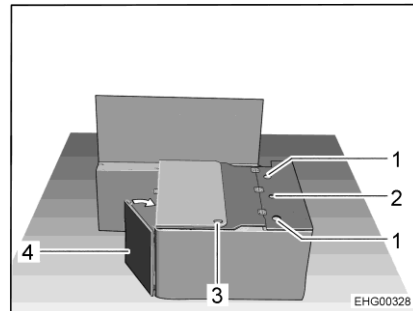

Fig. 34 Durante la transformación
- Girar la pared del baúl-banco (Fig. 34,4) hacia la pared lateral.
- Hacer salir el cinturón de seguridad con la hebilla a través del orificio (Fig. 34,3) en la tapa de baúl-banco.
- Insertar el respaldo del asiento de enchufe en los portadores laterales (Fig. 34,1) y apretar el tornillo de estrella en el portador central (Fig. 34,2) con la mano.